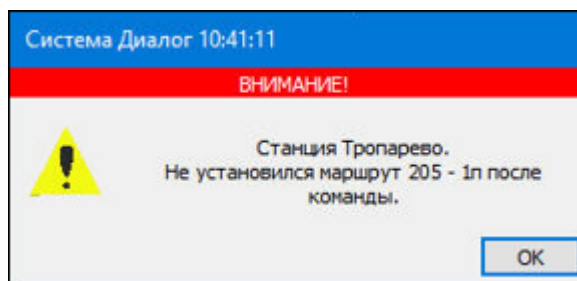

Рис. 3.46 Сообщение о не установке маршрута после команды
1. При потере контроля стрелки и восстановлении контроля стрелки (Рис. 3.46).